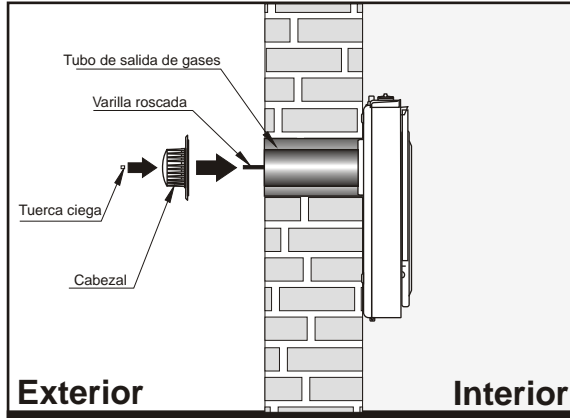

Fig.14
- Desde el exterior, inserte el **accesorio** verificando que la **varilla roscada** pase por el agujero central del **Cabezal**, conectando luego al mismo los tubos de salida de gases y de entrada de aire (Fig. 14). Coloque la **tuerca ciega** en la **varilla roscada** y ajústela a fondo con un destornillador.